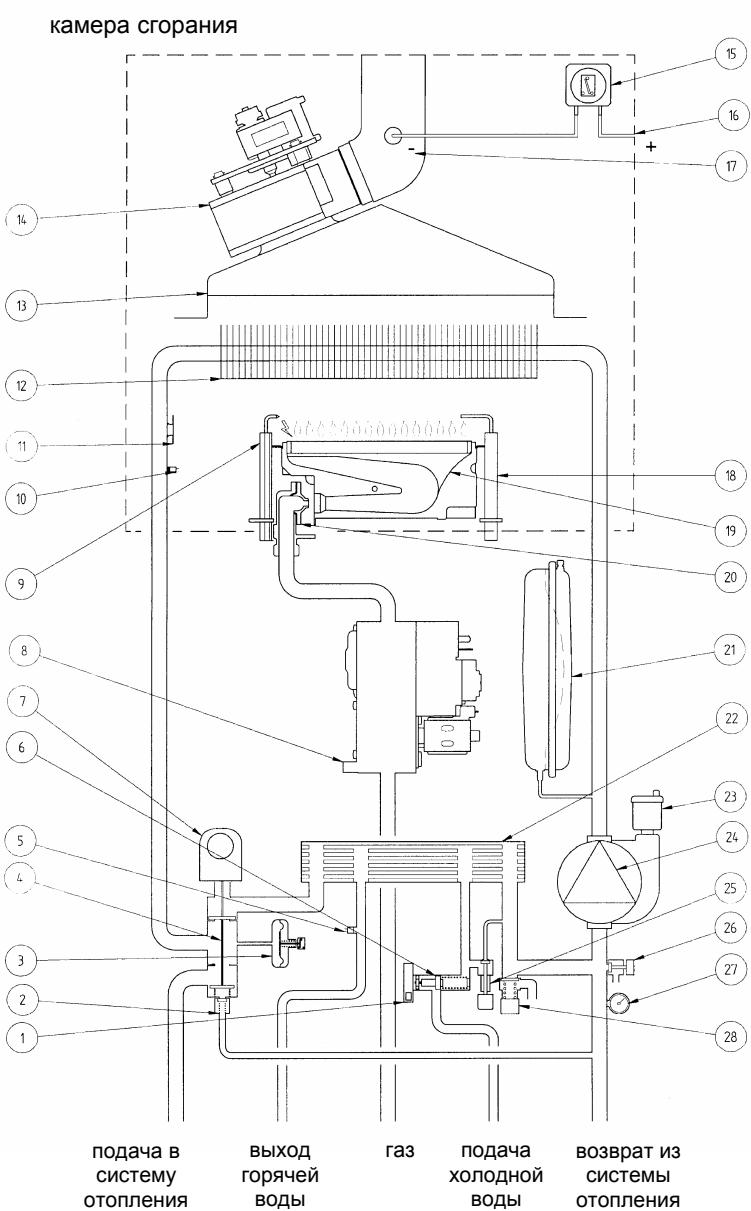

Рис.20
Внимание: В случае если датчик температуры контура ГВС (позиция 5, Рис.20 – 21) выйдет из строя, производство горячей воды контура ГВС будет продолжено. В данном случае контроль температуры осуществляют с помощью датчика на подаче.
Данное устройство (позиция 15 Рис.20)-обеспечивает включение основной горелки при условии исправной работы вытяжного дымохода.
- **Термостат перегрева** - благодаря датчику (позиция 11 Рис.20 – 21), установленному на выходной трубе первичного теплообменника, в случае перегрева воды первичного контура прекращается подача газа в горелку. При этом котел останавливается. После устранения причины, вызывавшей блокировку, возможно повторное включение. Для этого необходимо кратковременно перевести переключатель режимов (Рис.2) в позицию (R).
Электрод для определения наличия пламени (позиция 18 Рис.20), расположенный с правой части горелки, гарантирует безопасность работы и блокирует котел при нарушении подачи газа или неполном горении основной горелки.
- **Водянной сбросной клапан системы отопления** (позиция 28 Рис.20) - настроен на давление 3 бар и установлен в системе отопления.